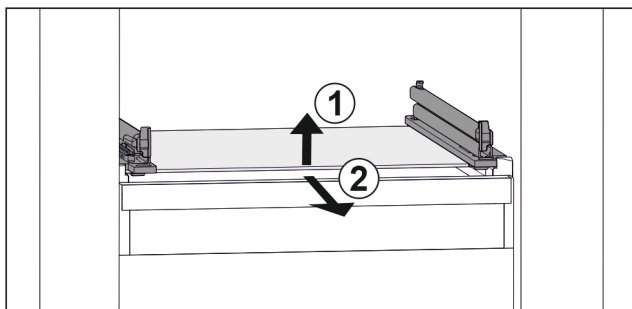

Fig. 97 Príklad zobrazenia sklenenej dosky
- ▶ Nadvihnite sklenenú dosku vpred. *Fig. 97 (1)*
- ▶ Odoberte sklenenú dosku dopredu. *Fig. 97 (2)*